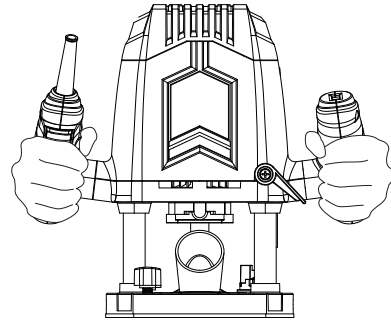

Fig. 24
- > Certifique-se de que a alavanca de fixação da profundidade (16) está apertada antes de colocar o produto na peça de trabalho.
- > Mantenha a pressão nas pegas (3, 11) e ao mesmo tempo, mova a alavanca de fixação da profundidade (16) para a sua posição de bloqueio quando for atingida a profundidade de corte desejada (Fig. 24).